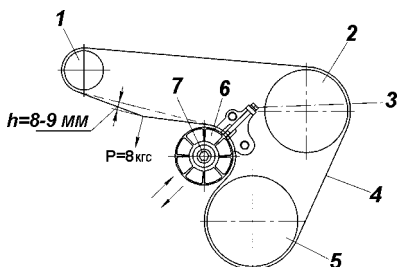

Рис. 35. Схема натяжения ремня привода насоса системы охлаждения и генератора:
- ослабить болт 7 (рис. 35) крепления натяжного ролика на оси;
3. Ослабить болт 7 (см. рис. 35) крепления натяжного ролика на оси, вращая болт 3 ослабить и снять ремень привода агрегатов.